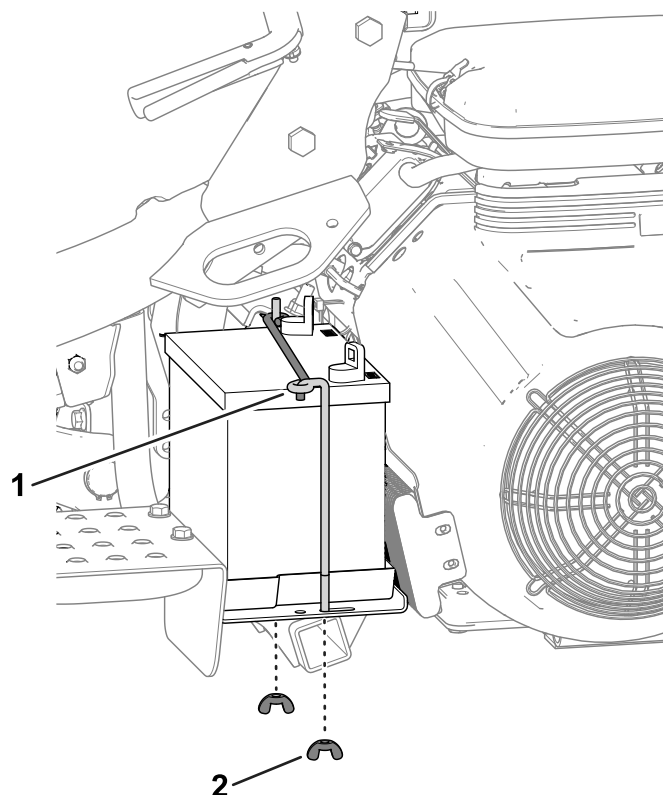

図 41
2. バッテリーをプラットフォームに固定している棒と蝶ナット 図 41 を外してバッテリーを機体から外す。
5. バッテリートレイの上にバッテリーを置き、先ほど取り外した棒と固定具で固定する 図 41。